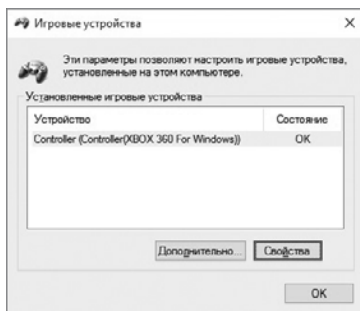
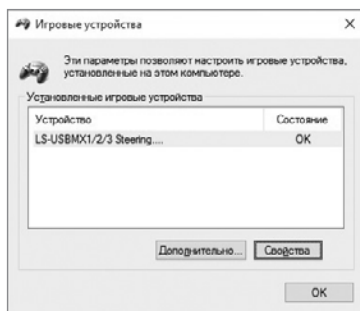

Рис. 6
Рис. 7
- Для того, чтобы проверить и настроить руль, необходимо открыть вкладку «Устройства и принтеры» в панели управления Windows (в режиме «XInput» руль отображается как «Xbox 360 Controller for Windows», в режиме «DirectInput» — «PS3/PC Gamepad»), затем щелкнуть правой кнопкой мыши по иконке устройства и выбрать «Параметры игровых устройств» (возможно потребуются права администратора) (рис. 4, 5). При этом появится окно «Игровые устройства». В режиме «XInput» руль отображается как «Controller (Controller (XBOX 360 For Windows))» (рис. 6), в режиме «DirectInput» — «LS-USBMX1/2/3 Steering...» (рис. 7). Для переключения между режимами «DirectInput» и «XInput» необходимо зажать кнопку «Mode» на 5 секунд.